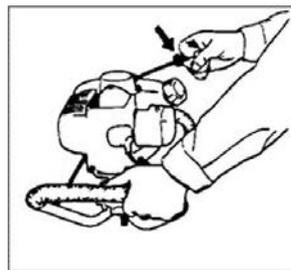

Рис.5
4. Если Вы услышите, что двигатель начинает заводиться, верните рычаг заслонки в положение RUN (РАБОТА) (открыто). Затем снова быстро потяните стартер (Рис.5).